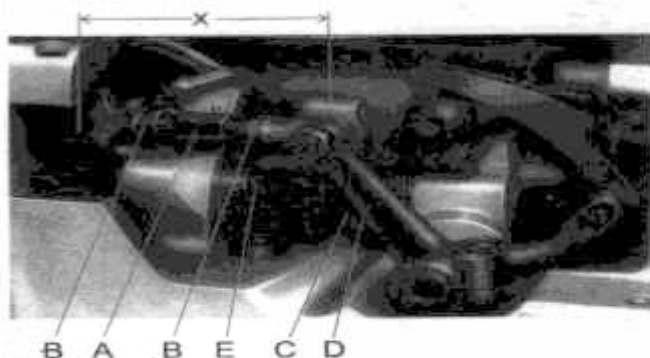
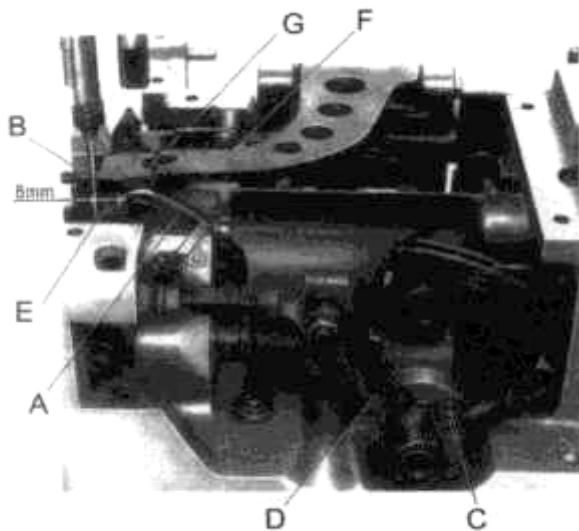

Рис.4
Fig. 5
Встановіть шатун петлювача (A, рис.4) так, щоб відстань між центральними лініями двох шарнірних з'єднань була 69.8 мм (2 3/4"). Для регулювання відкрутіть дві гайки (B) і поверніть шатун (A) вперед або назад для досягнення позначеної відстані, затягніть гайки (B).
Встановіть петель (A, рис.5) так, щоб відстань від центру голки (B) до петельника (A) дорівнювала 8 мм (5/16"), коли петель знаходиться у верхній правій позиції. Для регулювання відкрутіть гвинти (C) на приводному важелі петлювача (D), відрегулюйте так, щоб досягти необхідного результату, затягніть гайки (C), переконаючись, що всі кінці, що рухаються, вільні від валу приводного важеля петлювача, що коливається. Перевірте відстань, вона повинна бути приблизно 1 мм (.040") між кінчиком петлювача і торцевою кришкою, коли петлювач знаходиться в лівій позиції. Якщо петлювач б'ється об торцеву кришку, перевірте ще раз відстань між центральними лініями кульових з'єднань і петлювачем і відрегулюйте так, як описано вище.
Покрутіть махове колесо в робочий напрямок так, щоб петлітель (A рис.5) пересунувся з права на ліво. Кінець петлювача повинен проходити якомога ближче до задньої сторони голки, неконтактуючи з ним, із зазором від 0.08 до 0.13 мм. Для регулювання відкрутіть гвинти (D рис.4) у вилиці ексцентрика петлювача (C) і поверніть вал петлювача (E), що коливається, на шатуні петлювача вперед або назад для регулювання. Закрутіть гвинт (D).